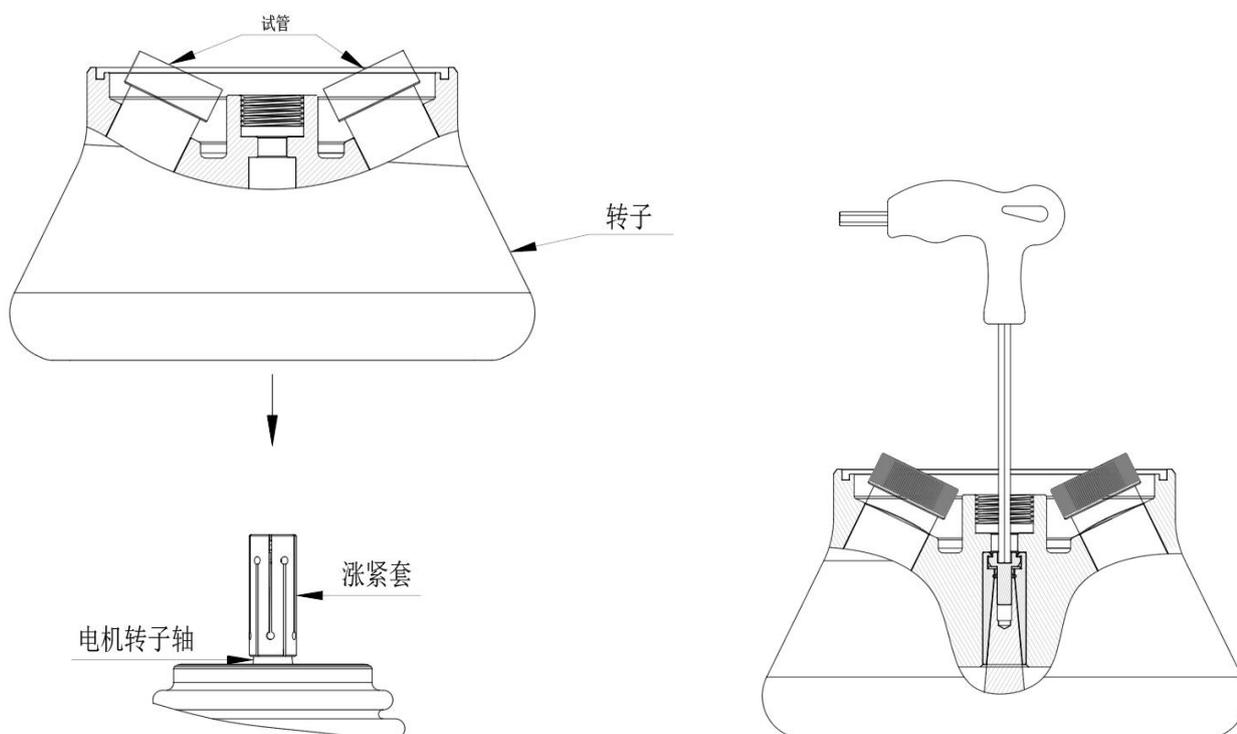

图 6：安装角转子示意图
安装转子的步骤如下（示意如图 6、图 7）
- 如图 6 所示位置，准备好您想使用的转子。双手握住转子，将转子的中心孔对准电机主轴，垂直放下，放到轴的底部，放开双手，再用手向下按下转子。